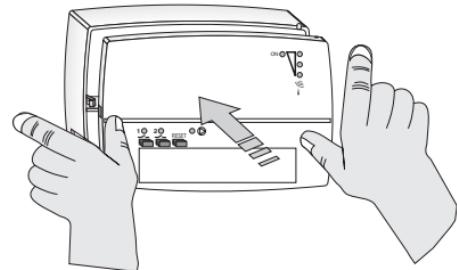

Abb. 9.i
- Drücken Sie mit beiden Händen das Frontteil auf die Basis, wie in Abbildung 9.i dargestellt, bis die Blockierungshaken der Basis inrasten.